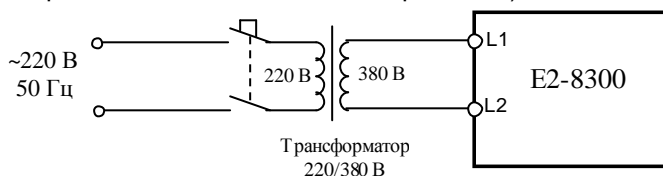

Рис. 4.14. Подключение ПЧ к электросети 1Ф ~220 В через трансформатор 220/380
4.10.1. Подключить ПЧ E2-8300-003H (-005H) к электросети 3Ф ~380 В (или к сети 1Ф ~220 В через трансформатор 220/380 В, как показано на рис. 4.14).
4.13.1. Подключить три лампы (~220 В, 40-100 Вт), соединённые по схеме «Звезда» к выходным клеммам Т1, Т2, Т3 преобразователя частоты. Подать питание на ПЧ через трансформатор ~220/380 В (см. рис. 4.14).
4.14.1. Подключить электродвигатель к выходным клеммам U/T1, V/T2, W/T3 (рис.4.14).
4.15.11. Соединить свободный конец перемычки к клемме S1 и дождаться, пока двигатель разгонится до скорости, соответствующей частоте 50 Гц (при максимальном задании с внешнего потенциометра). Выключить автоматический выключатель электропитания (см. рис. 4.14) и через 1...2 с, когда на дисплее появится индикация неисправности LV-C, снова включить выключатель. Индикация неисправности должна остаться. Проверить, что замкнулись контакты реле R1A-R1C и разомкнулись контакты R1B-R1C.